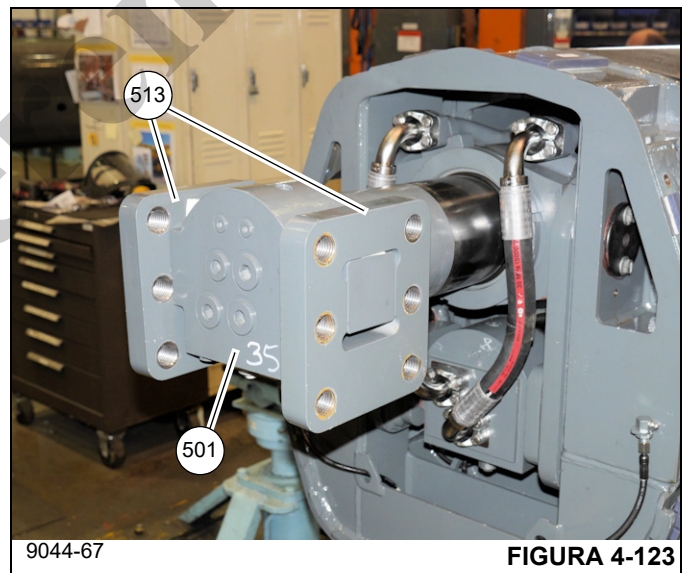

FIGURA 4-123
93. Aplique pasta antiagarrotamiento a las orejetas del muñón del cilindro telescópico N.º 2 (501), luego instale las placas (513) en los lados derecho e izquierdo (vea la Figura 4-123).